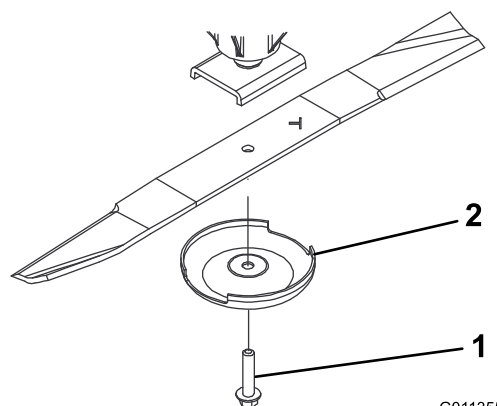

Рисунок 72
3. Возьмитесь за конец ножа, используя ветошь или перчатку на толстой подкладке, отверните болт ножа, снимите защитный колпак и нож с вала шпинделя (Рисунок 72).
4. Используя защитный колпак и болт ножа, установите нож загипсом в направлении режущей деки (Рисунок 72).